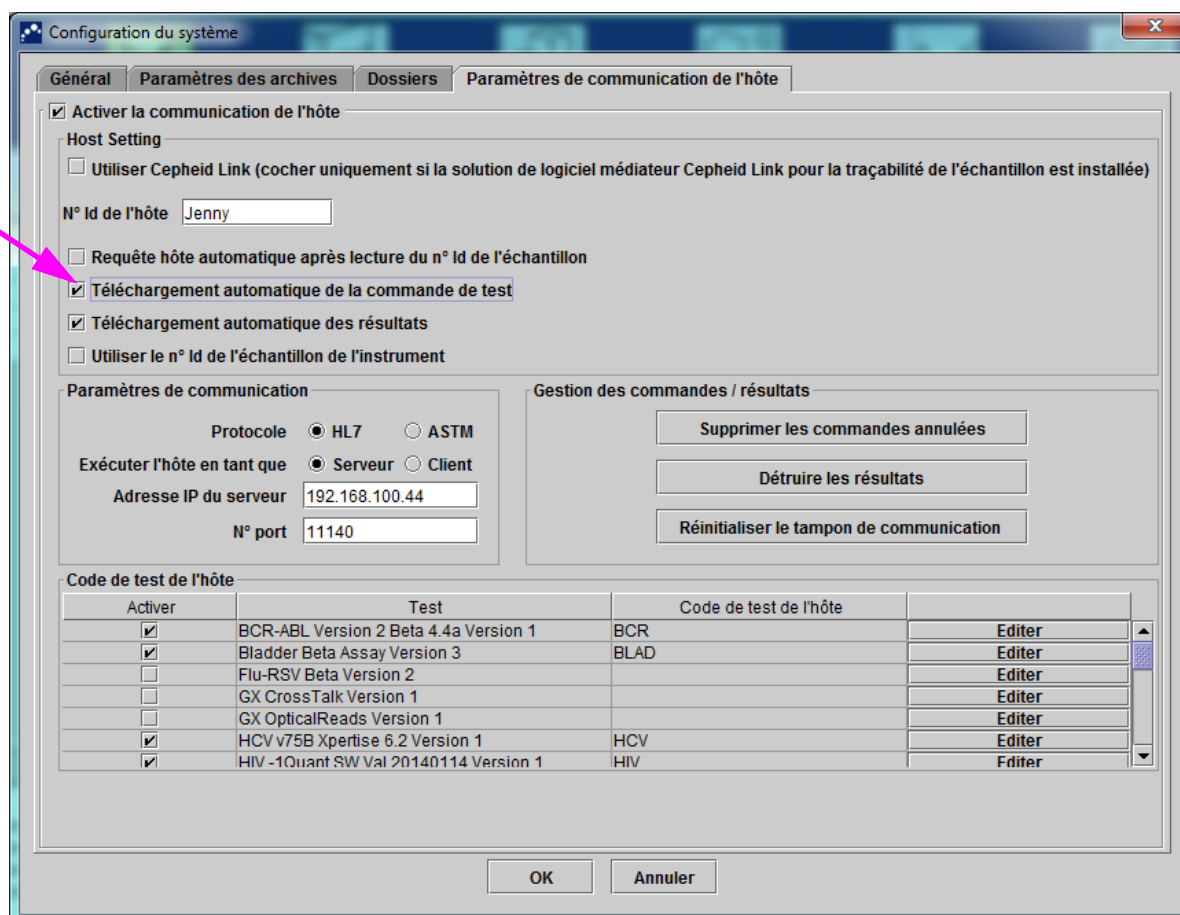

Figure 5-93. Téléchargement automatique de la commande de test sélectionné
1. Dans l'onglet **Paramètres de communication de l'hôte** de la boîte de dialogue Configuration du système, cliquez sur la case **Téléchargement automatique de la commande de test** pour sélectionner et activer cette fonction. Voir Figure 5-93.